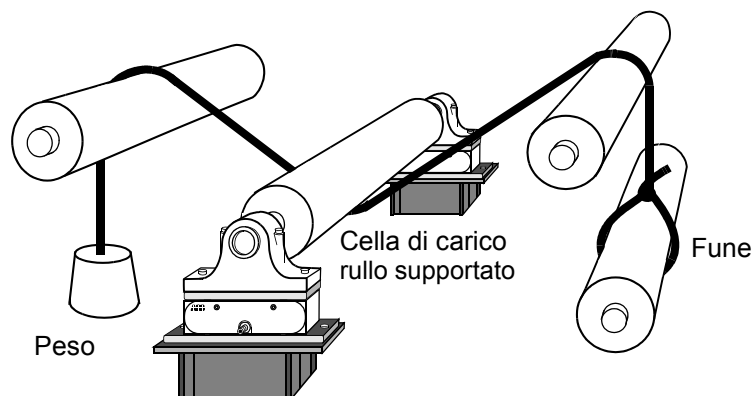

Figura 3-1. Impostazione del guadagno con Aggancia Peso (esempio di installazione)
1. Applicare un peso noto sul rullo (vedere Figura 3-1).